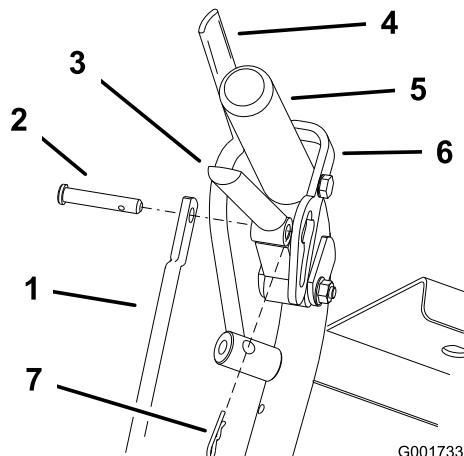
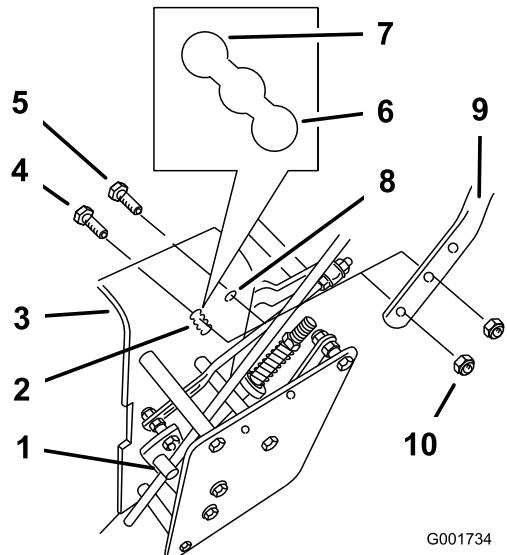

Figura 18
Figura 19
1. Staccate le coppiglie e i perni con testa dalle leve della trazione e dai dispositivi di blocco in folle (Figura 18).
2. Allentate il bullone flangiato (3/8 x 1-1/4 poll.) e il dado flangiato superiore che assicurano la stegola al telaio posteriore (Figura 19).
3. Allentate il bullone flangiato (3/8 x 1 poll.) e il dado flangiato superiore che assicurano la stegola al telaio posteriore (Figura 19).
5. Regolate la lunghezza dell'asta di comando ruotando l'asta sul relativo raccordo (Figura 18 e Figura 19).
6. Montate la coppia tra la leva di trazione e il dispositivo di blocco in folle inserendola nel perno con testa (Figura 18).